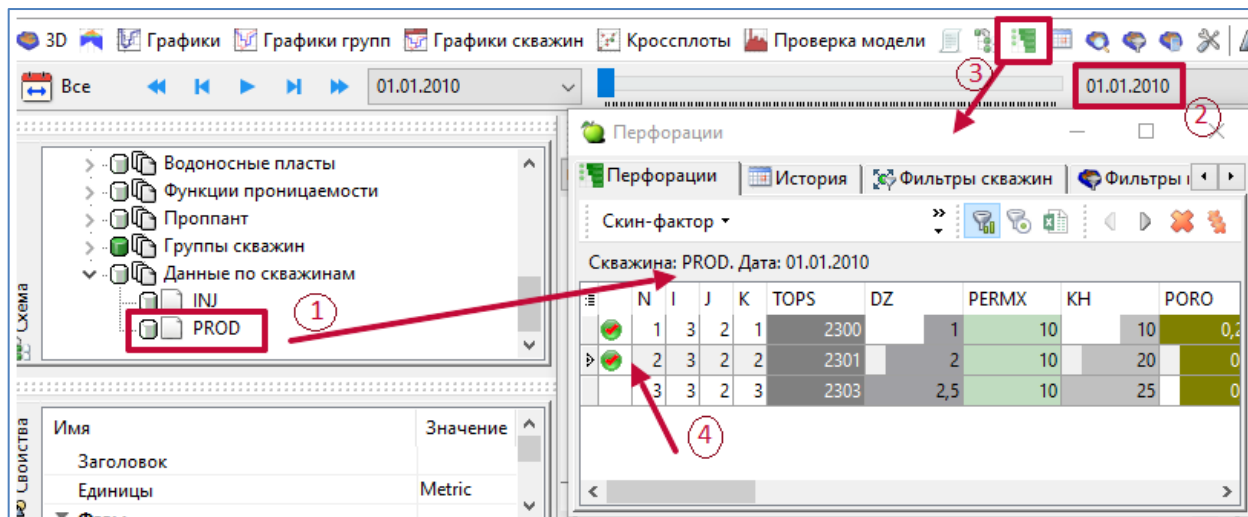

Рисунок 27. Добавление перфораций в окне «Перфорации»
нажав кнопку  на панели инструментов или клавишу F11. Добавление (удаление) перфорации осуществляется двойным щелчком мыши в первой колонке окна «Перфорации» (Рисунок 27).
- для скважины PROD на 1-ый и 2-ой слои (Рисунок 27);